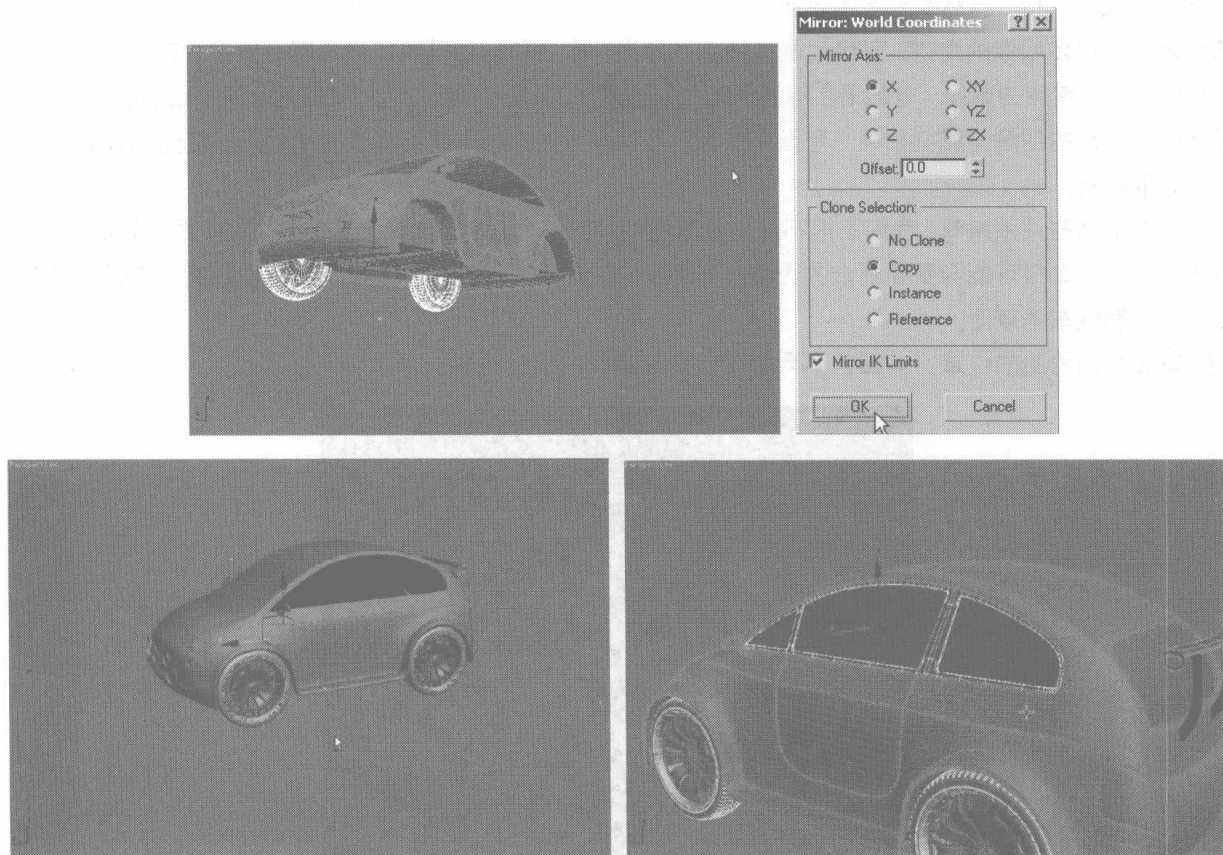

图 7.300
- 51 选择两个车轮，单击工具栏中的  按钮，在弹出的对话框中设置镜像参数，单击 **OK** 按钮，沿着 X 轴复制另一侧的车轮，然后同样将侧面的车窗镜像复制，如图 7.300 所示。